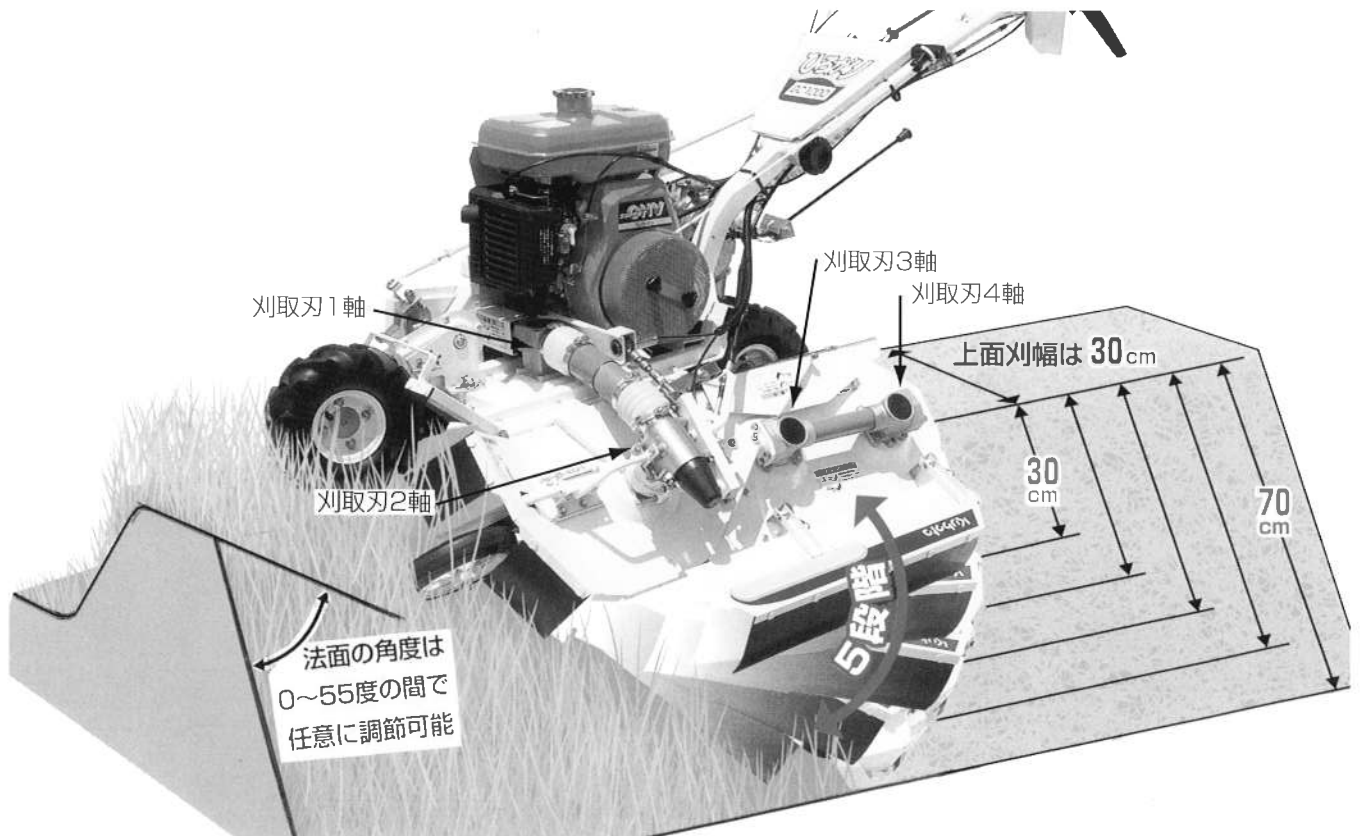

図1 畦畔草刈機の機能概要
- ①ガソリンエンジン 6.8ps を搭載した、歩行型草刈機です。
- ②走行部は、タンデム2輪式の前後両輪駆動で走行の安定性が保たれています。とくに、前輪は操舵角調節ができますので直進性に優れ、溝越えも容易に行えます。
- ③作業速度は、毎秒0.24, 0.46, 0.69m の3段階に変速できます。そのため畦畔や草の状態に応じた適切な速度で作業できます。
- ④刈取部は、4本の縦軸（1軸、2軸、3軸、4軸）に、それぞれ上下2枚のロータリー刈刃（水平回転刃）を装備し、草を細かく刈取切断します。
- ⑤法面の刈幅は、2軸を中心として3軸と4軸が図1のように扇形に開閉し30～70cmまで調節できます。
- ⑥法面の角度や凹凸への対応は、補助輪と3軸にセットした接地板で地面へ追従した作業が行えます。